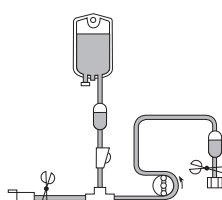

Fig.1 / Abb. 1 / Εικ. 1
- Encha a linha sanguínea arterial com soro fisiológico, primeiro o lado do conector de acesso vascular e depois o lado do conector do dialisador. Prenchenda as duas extremidades da linha arterial. (Fig. 1)